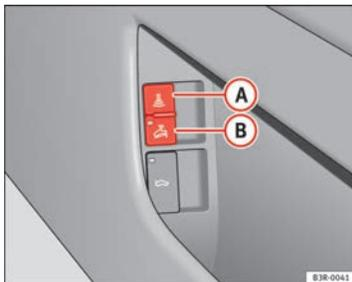

Abb. 78 Taster für Innenraumüberwachung
- Öffnen Sie die Tür und ziehen Sie am Taster **A** mit dem Symbol  seitlich an der Fahrertürablage ⇒ Abb. 78.
- Öffnen Sie die Tür und ziehen Sie am Taster **B** mit dem Symbol  seitlich an der Fahrertürablage ⇒ Abb. 78.